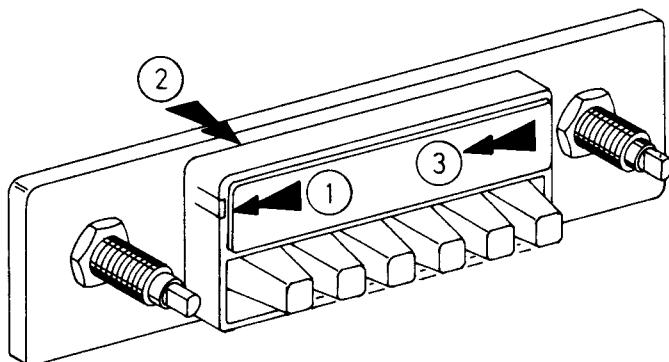

Fig. 1
- 2.3 Haltenocken für die Skala nach außen drücken ① und die Skala ausrasten ②. Anschließend die Skala nach links aus dem Halteschlitz des Reflektors ziehen ③, Fig. 1.
- 2.3 Press retaining cams for dial outwards ① and disengage dial ②. Then, pull dial to the LH side from reflector slot ③. Fig. 1.